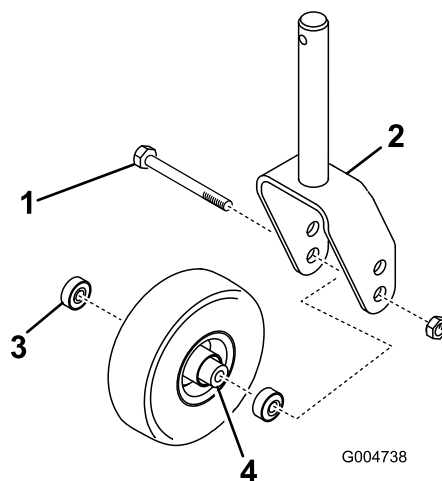

図 29
1. キャスタホイール・アセンブリをキャスタフォークの間に保持しているボルトのロックナット(図 29を外す。キャスタホイールをつかんでおいて、ボルトをフォークまたはピボットアームから抜き取る。
2. ホイールのハブからベアリングを外して、ベアリングスペーサを床に落とす図 29。ホイールハブの反対側にあるベアリングを取る。